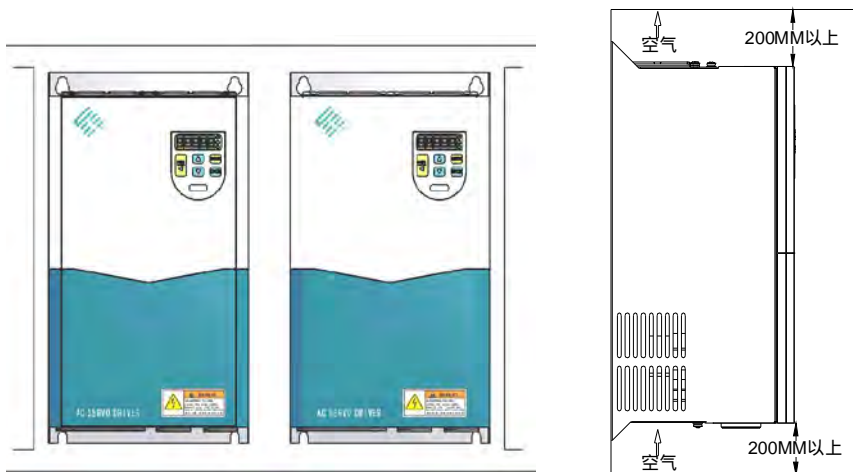

图 3-1 驱动器并排安装示意图
- (1) 请垂直安装驱动器，但不能倒置，以便于热量向上散发，并且驱动器上下留有足够的通风空间和接线空间（大于 200mm），以便于散热和操作，见图 3-1所示。